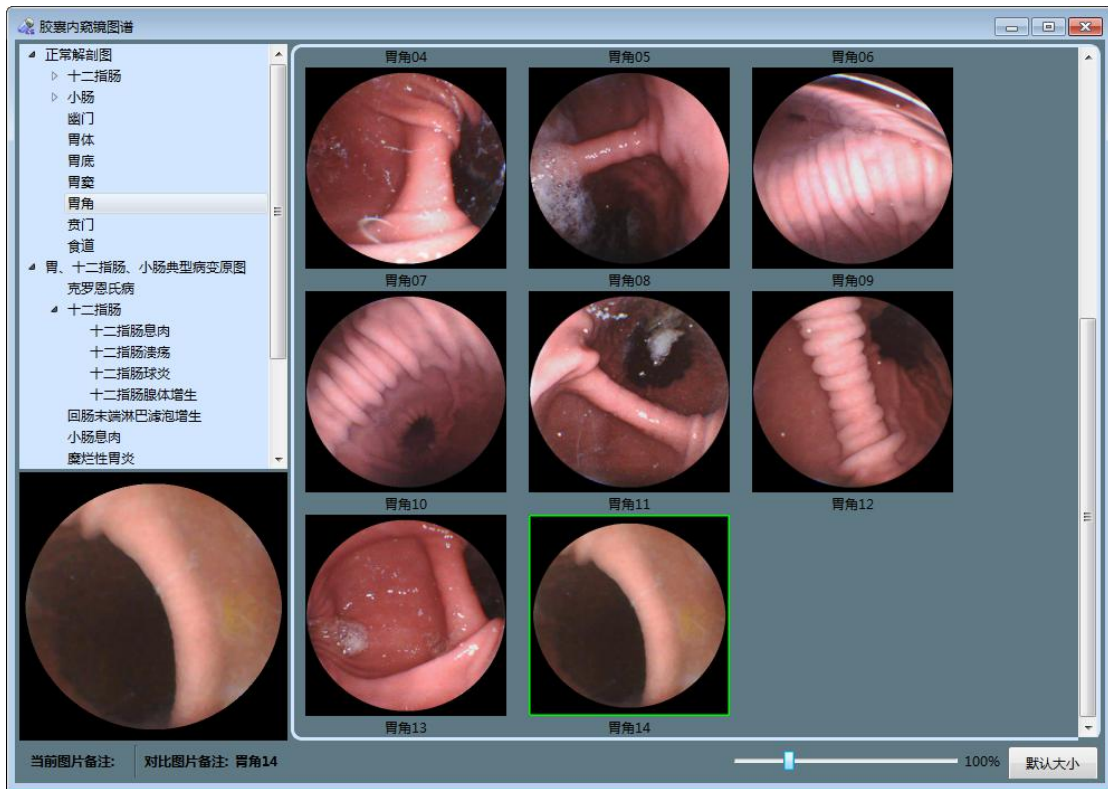

图 4-101 添加的图谱图片
3. 进入图 4-12 图片浏览界面，点击 **工具**→**胶囊内窥镜图谱**，进入胶囊内窥镜图谱界面，点击左侧列表中的【胃角】，即可看到步骤 1-2 中添加的“胃角 14”图片，如图 4-101 所示。